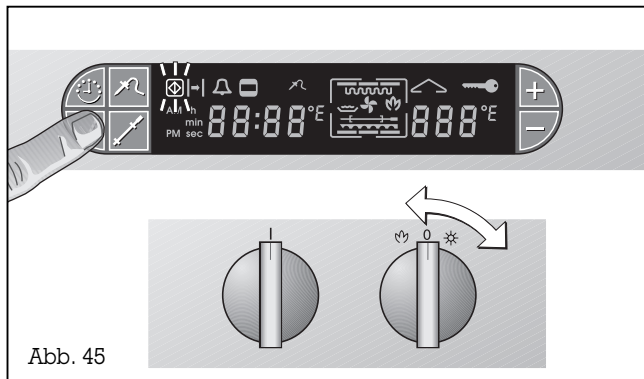

Abb. 45
- Drehen Sie den Bedienknopf „Temperatur“ auf die Position 0 (Abb. 45).